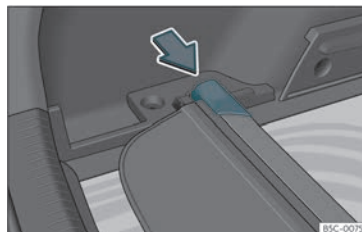

Fig. 112 Nel bagagliaio: alloggiamento per la riposizione del pianale avvolgibile.
- Spingere la testa del pianale avvolgibile nel senso della freccia fino a fissarla nell'apposito alloggiamento»» fig. 112.